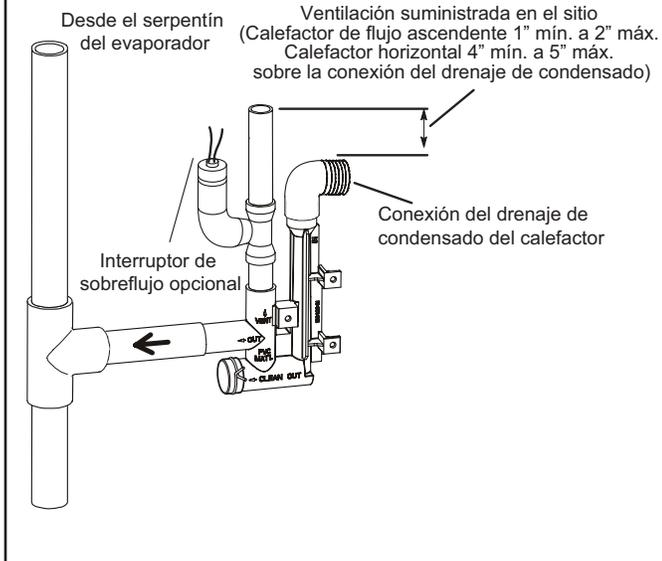
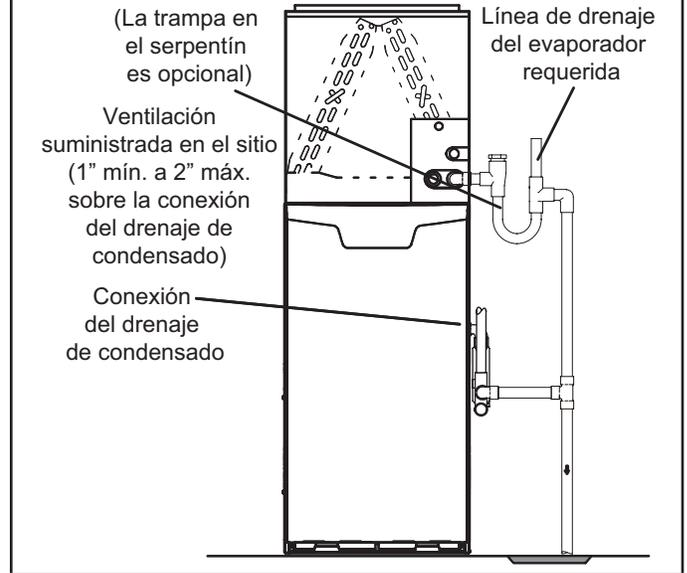

FIGURA 51
FIGURA 52
- 5 - La "FIGURA 49" y la "FIGURA 50" muestran el calefactor y el serpentín del evaporador usando un drenaje separado. Si es necesario, la línea de condensado del calefactor y del serpentín del evaporador se pueden drenar juntas. Ver la "FIGURA 51", "FIGURA 52" y "FIGURA 53". **Calefactor de flujo ascendente ("FIGURA 52")** - En aplicaciones del calefactor de flujo ascendente, la ventilación proporcionada en el sitio debe ser de un largo mínimo de 1" hasta un largo máximo de 2" arriba de la conexión de la salida de drenaje de condensado. Cualquier largo de más de 2" puede inundar el intercambiador de calor si la línea de drenaje primaria combinada tuviese una restricción.